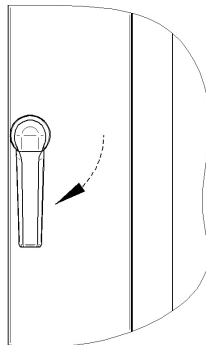

Рис. 7. Положение ручки двери при закрытом положении
- Для закрытия двери поверните ручку двери по часовой стрелке (рис. 7).